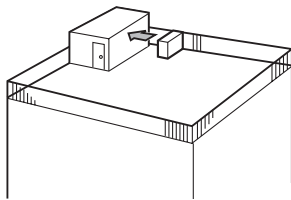

Fig. 2-4
- 1 Τοποθετήστε τη μονάδα ώστε το στόμιο εξαγωγής του αέρα να είναι στραμμένο προς τον πλησιέστερο διαθέσιμο τοίχο και να απέχει περίπου 50 cm. (Fig. 2-4)